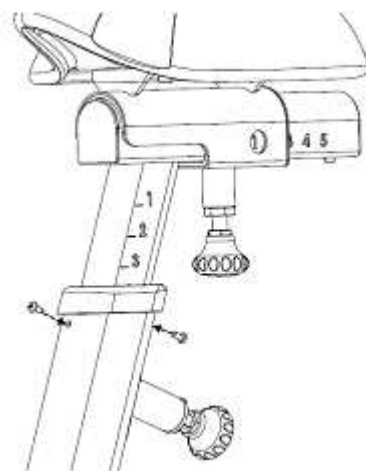

Рис. 20
20. Сочлените край пластиковой обкладки вровень с вертикальной трубкой рамы (Рис. 20) и вставьте соответствующие крепежные детали, чтобы зафиксировать пластиковую обкладку в этом положении.